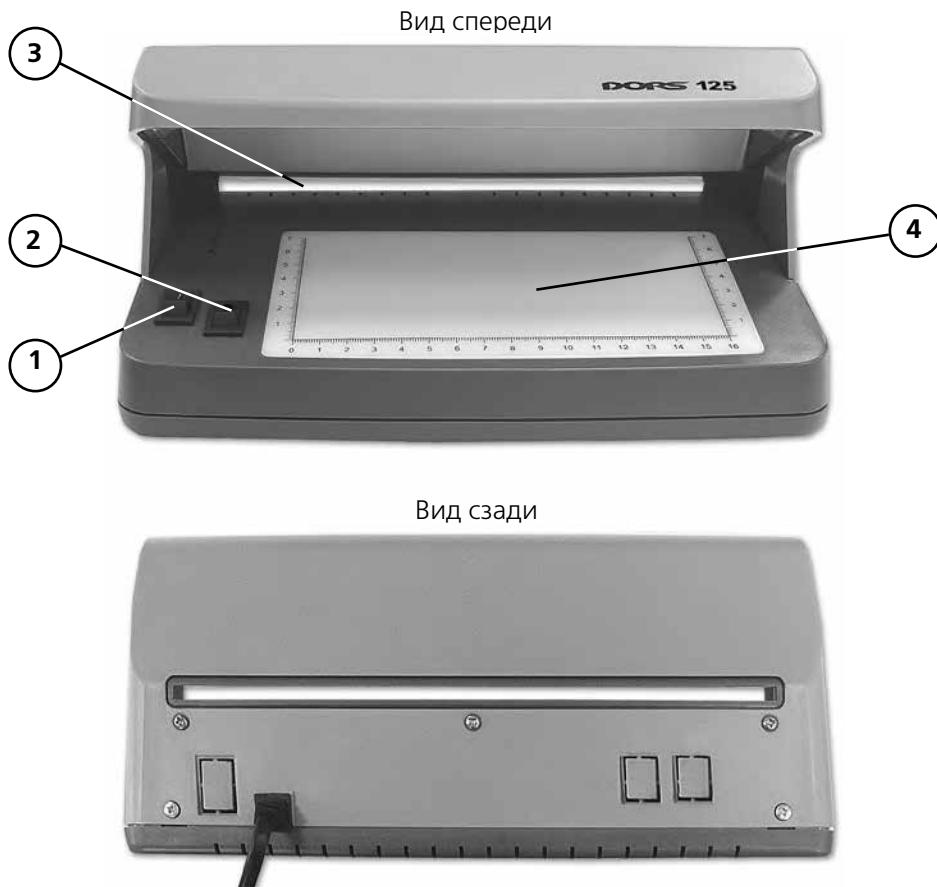
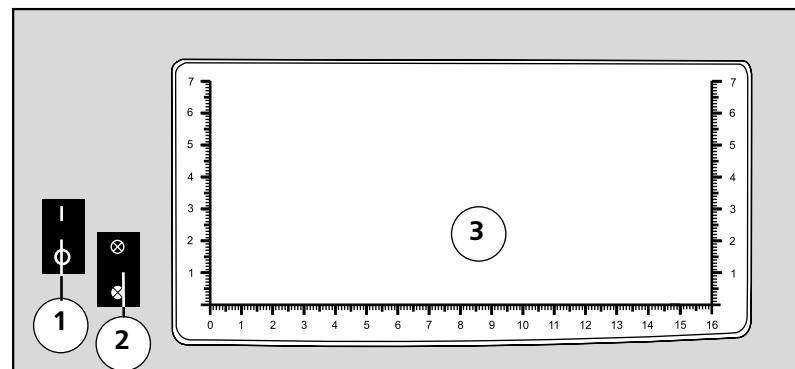

Рис. 1
Рис. 2.
1. Подключите детектор к сети (220 В, 50 Гц). Включите детектор нажатием клавиши выключателя «Сеть» на передней панели (рис. 1, поз. 1) – просмотровая зона (рис. 2, поз. 3) осветится синим или белым светом, в зависимости от положения переключателя "УФ/белый свет".
2. Расположите одну или несколько банкнот на передней панели детектора в просмотровой зоне (рис. 2, поз. 3).
- детектора (рис. 2, поз. 2) выберите необходимый режим работы: